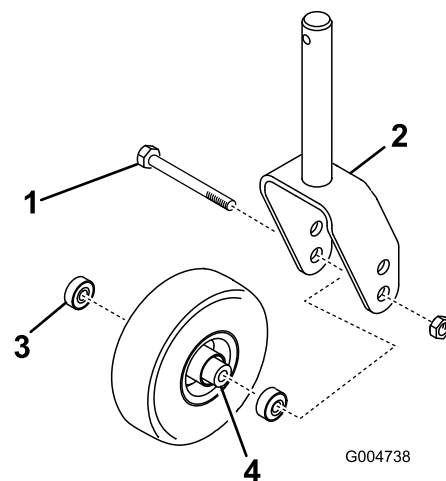

Figure 98
1. Retirez le contre-écrou du boulon vis de fixation de l'ensemble roue pivotante entre la fourche (Figure 98) ou le bras de pivot. Maintenez la roue pivotante et sortez le boulon de la fourche ou du bras pivotant.